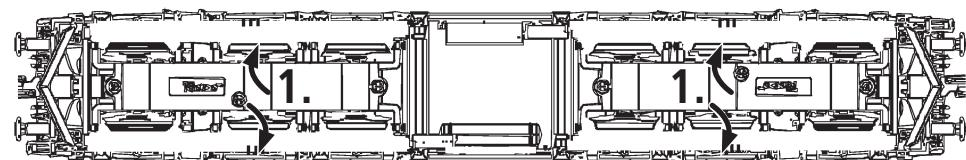

Fig. 4
3. Change of traction tyre: Remove the gear cover (fig. 4). Take out **wheel set** and remove **traction tyre** using a pin or a fine screwdriver (fig. 8). When pressing on the new traction tyre please **avoid twisting it**.
3. Échange des bandages d'adhérence: Démontez d'abord **le couvercle du carter des engrenages** des engrenages (fig. 4). Délogez ensuite les essieux bandagées et enlevez, à l'aide d'une aiguille ou d'un tournevis fin, les bandages d'adhérence (fig. 8). Lors du montage des nouveaux bandages veuillez veiller à ce que les bandages **ne soient pas tordu**.